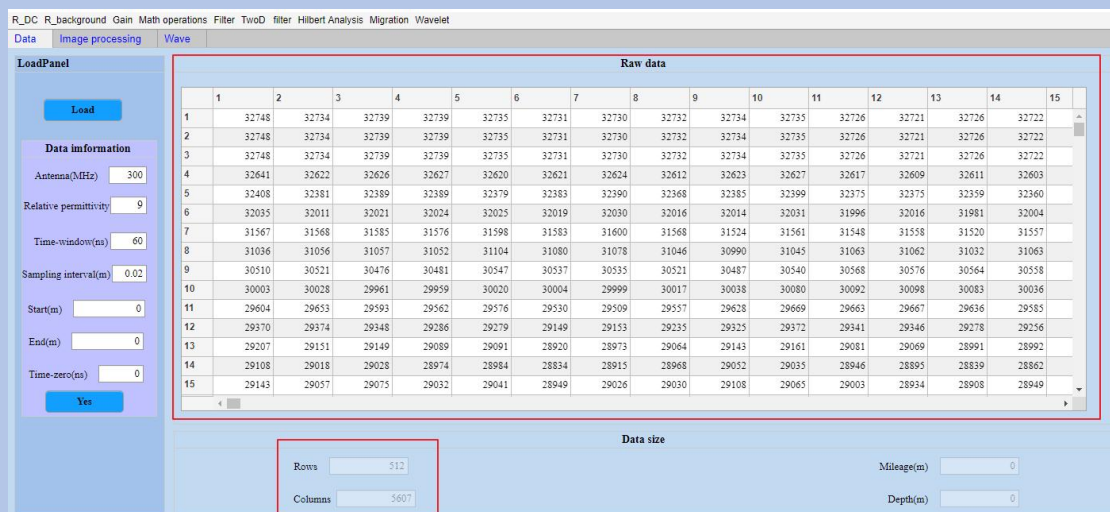

图 9-1 Case1 加载数据
(1) 读入数据，如图 9-1 可以看到该数据是 512 采样的，并且具有 5607 个 traces。